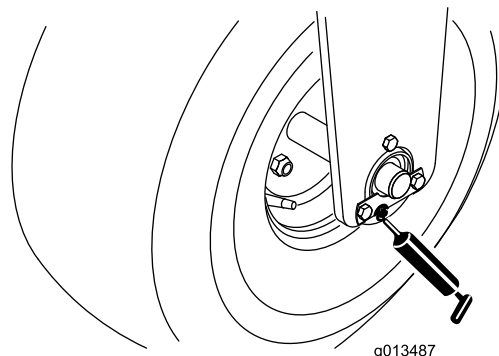

Figura 14
- Cojinete de la rueda delantera (2) (Figura 14)